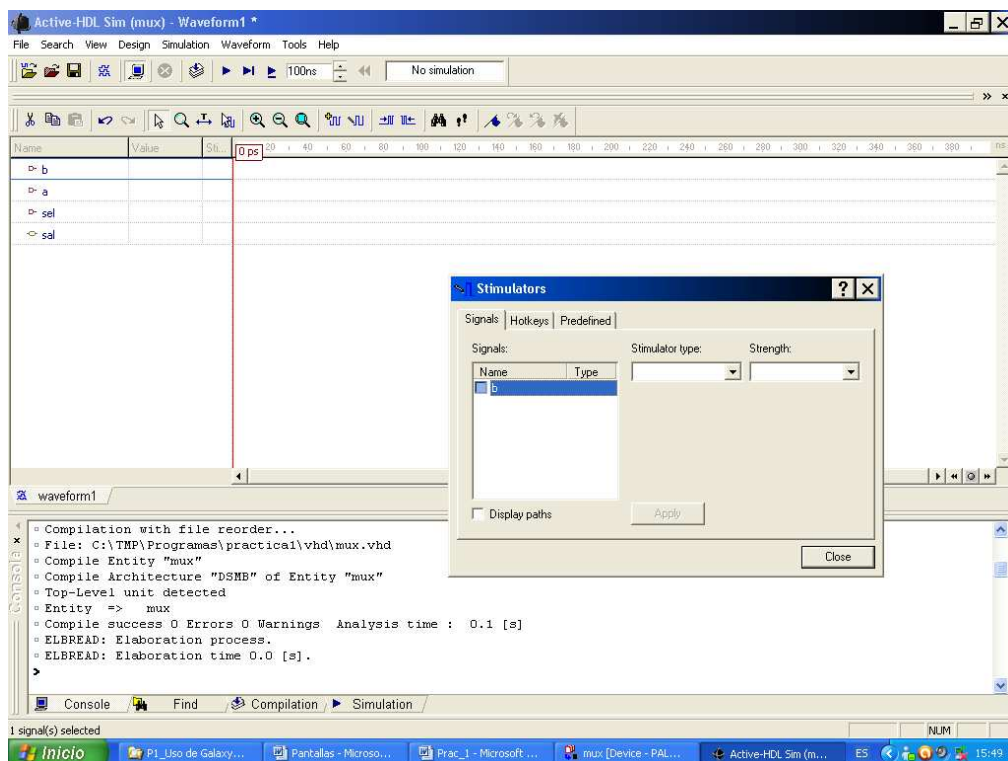

Figura 7. Ventana de simulación para asignar los estímulos a las entradas.
12. En el caso de las señales de entrada es necesario excitar o asignar valores para su simulación. Esto se hace dando clic con el botón derecho sobre cada señal, por ejemplo la señal **b**, y dando clic en **Stimulators...**, esto hace que se abra una nueva ventana, como se muestra en la figura 7.